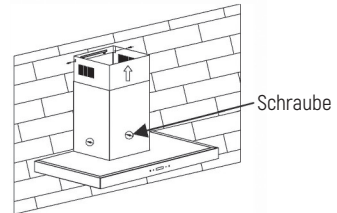

Abb. 5
5. Stellen Sie die Höhe des Innenkanals auf die Position der Halterung ein und befestigen Sie ihn mit der Schraube, nachdem Sie die Position eingestellt haben, befestigen Sie das Gehäuse mit der Schraube, siehe Abb. 5.